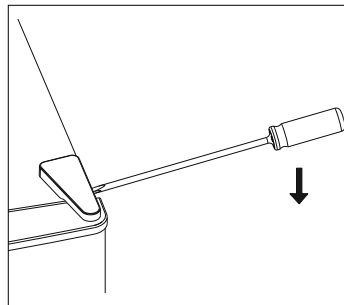

Fig. 3
- ▶ Impostare il regolatore della temperatura (3) sulla posizione "0". Scollegare la spina di alimentazione dalla presa elettrica.
- ▶ Rimuovere il copricerniera (1) sul lato destro, ad esempio con l'aiuto di un cacciavite a taglio (vedere la **fig. 3**).